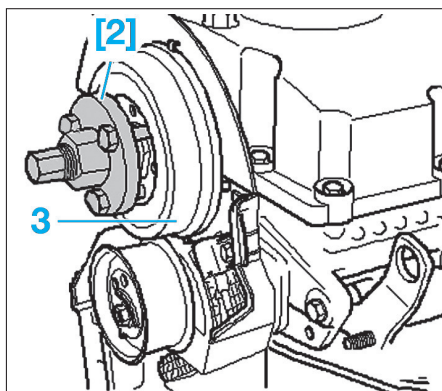

Fig. 54
- Mettre en place l'extracteur [2] pour dissocier le moyeu (3) de l'arbre à cames (Fig.54).